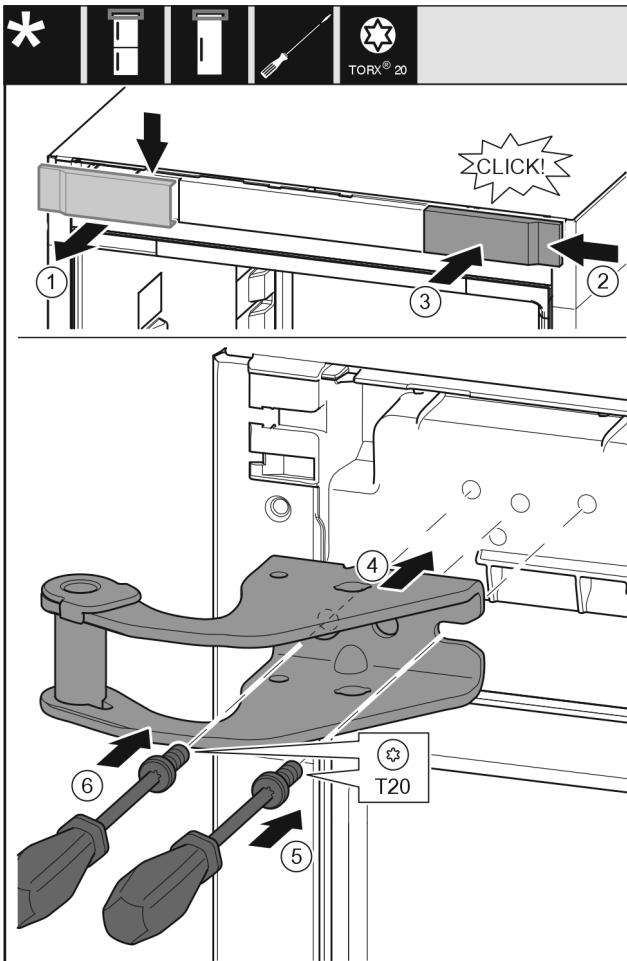

Fig. 10
- 从上方朝前取下盖板 Fig. 10 (1)。
- 将盖板 Fig. 10 (2)旋转 180° 至另一侧从右边挂上。
- 插入盖板 Fig. 10 (3)。
- 装上上方的托架 Fig. 10 (4)。
- 用螺丝刀放上并旋紧螺钉 Fig. 10 (5)。
- 用螺丝刀放上并旋紧螺钉 Fig. 10 (6)。